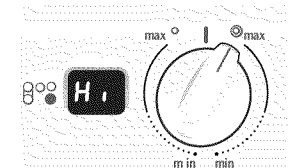

Figure 6
2. Poussez et tournez le bouton de commande dans le sens inverse des aiguilles d'une montre pour faire fonctionner la zone inférieure de l'élément double (Fig. 5) et dans le sens des aiguilles d'une montre pour faire fonctionner les 2 zones de l'élément pont (Fig. 6).